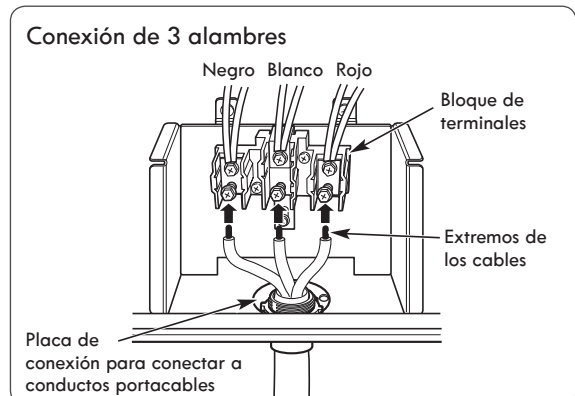

FIGURA 11
- Afloje los 3 tornillos inferiores del bloque de terminales. (Ver Figura 11).